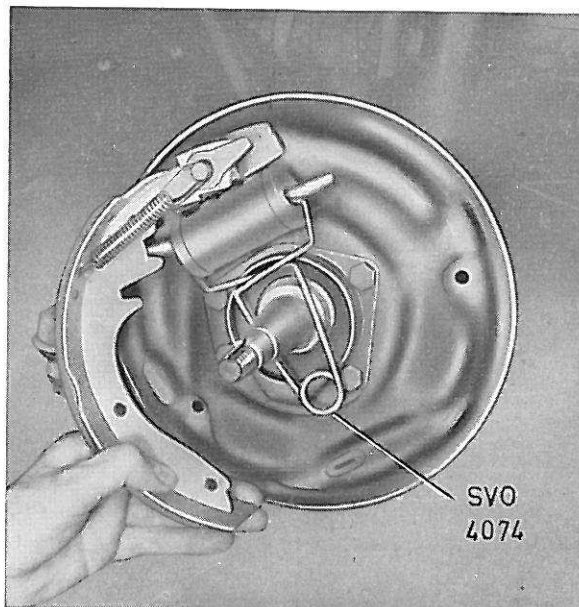

Fig. 36. Remontage d'un segment de frein.
2. Maintenir le segment avant en place et de telle manière qu'on puisse accrocher le ressort de rappel. Tourner le segment vers l'extérieur de manière à pouvoir monter la tige de commande du cylindre de roue, voir Fig. 36. Monter le point fixe (8) et l'attache élastique (7).